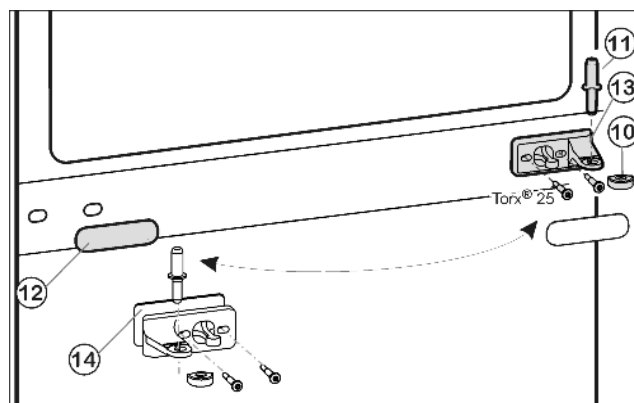
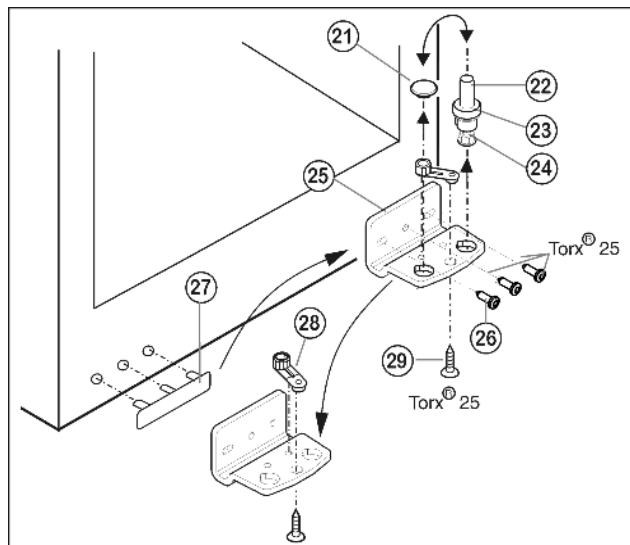

Fig. 5
Fig. 6
- ▶ Вытащите из опорного кронштейна и нижней дверцы средний опорный винт *Fig. 5 (11)*.
- ▶ Снимите пластмассовый колпачок *Fig. 5 (10)*.
- ▶ Открутите средний опорный кронштейн *Fig. 5 (13)* (2 шт. Torx® 25).
- ▶ Осторожно снимите накладку *Fig. 5 (12)*.
- ▶ Прикрутите средний опорный кронштейн *Fig. 5 (13)* с подкладкой *Fig. 5 (14)* с поворотом на 180° на новую сторону шарнира (**с моментом 4 Нм**).
- ▶ Защелкните накладку *Fig. 5 (12)*, повернув на 180°, на стороне, где теперь будет ручка.
- ▶ Извлеките опорный винт *Fig. 6 (22)* в комплекте с шайбой *Fig. 6 (23)* и регулируемой опорой *Fig. 6 (24)*, вытягивая его вверх.
- ▶ Снимите пробку *Fig. 6 (21)*.
- ▶ Открутите *Fig. 6 (26)* опорный кронштейн *Fig. 6 (25)*.
- ▶ Открутите *Fig. 6 (29)* опорную деталь *Fig. 6 (28)* и, переставив в отверстие на противоположной стороне опорного кронштейна, снова прикрутите.
- ▶ Осторожно снимите и переставьте на противоположную сторону крышку со стороны ручки *Fig. 6 (27)*.
- ▶ Снова прикрутите опорный кронштейн *Fig. 6 (25)* на новой стороне шарнира (**с моментом 4 Нм**). При необходимости используйте аккумуляторный шурупверт.
- ▶ Переставьте пробку *Fig. 6 (21)* в свободное отверстие.
- ▶ Вновь установите опорный винт *Fig. 6 (22)* в комплекте с шайбой и регулируемой опорой. При этом фиксатор должен быть направлен назад.
- Установите нижнюю дверцу сверху на нижний опорный винт Fig. 6 (22).
- Снова наденьте пластмассовый колпачок Fig. 5 (10) на средний опорный кронштейн Fig. 5 (13).
- Вставьте средний опорный винт Fig. 5 (11) на новой стороне шарнира через средний опорный кронштейн Fig. 5 (13) в нижнюю дверцу.
- Установите верхнюю дверцу на средний опорный винт Fig. 5 (11).
- При необходимости выравнивайте дверцы через два продольных паза в нижнем опорном кронштейне Fig. 6 (25) и среднем опорном кронштейне Fig. 5 (13) параллельно корпусу устройства. Для этого выкрутите средний винт на нижнем опорном кронштейне Fig. 6 (25).